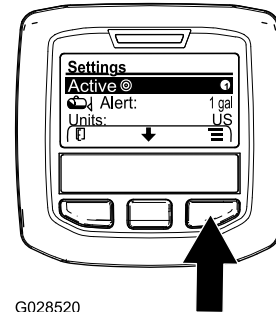

Figure 59
- Appuyez sur le bouton de sélection central pour mettre en surbrillance le débit d'application actif (Figure 59).
- Appuyez sur le bouton de sélection droit pour alterner entre les débits d'application 1 et 2 (Figure 59).